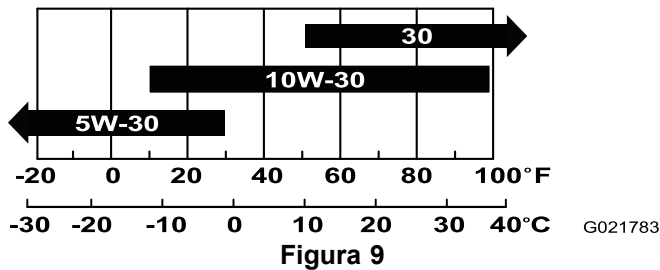

Figura 9
**Nota:** Utilice aceite SAE 10W-30 para el uso general. Puede utilizar las otras viscosidades indicadas en la tabla si la temperatura media de su zona está dentro del intervalo indicado (Figura 9).